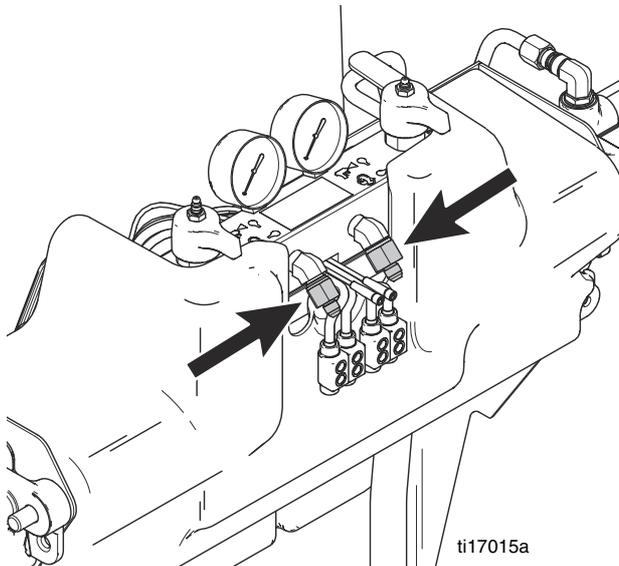

FIG. 4 : Dépose des raccords du collecteur de fluide
5. Retirez tous les raccords des orifices de sortie à l'avant du collecteur de fluide. Consultez la FIG. 4. Repérez bien où se situe chaque raccord afin de les remettre à leur place ultérieurement.